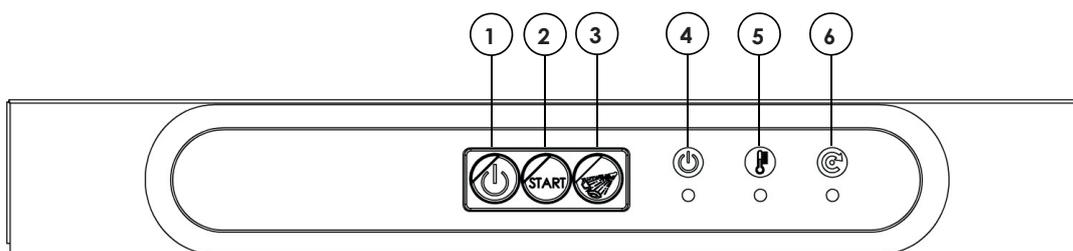
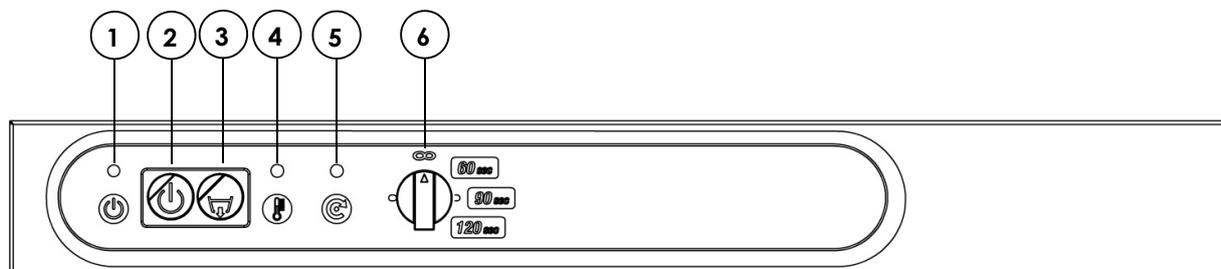

Fig. 14a
Fig. 14c
Nas fig.14a, 14b e 14c são ilustrados os comandos da máquina de lavar louça e as referências dos comandos com base no modelo da máquina e na presença ou não da bomba de descarga.
Máquinas de lavar louças com carga frontal (ref. fig. 14a ou 14b)	Lava-pratos com cobertura (ref. fig. 14c)
6. Lavagem	<p>Abriu a porta, introduzir o cesto com a louça (certificando-se de que a disposição da louça respeita o que está descrito no par. 3.4 – SEGUNDA PARTE), fechar a porta e pressionar o BOTÃO DE ATIVAÇÃO DE CICLO (2) para ativar a fase de lavagem: o LED DE CICLO ATIVADO (6) acende.</p> <p>O ciclo termina quando o LED DE CICLO ATIVADO (6) apagar.</p>	<p>Levantar a cobertura, introduzir o cesto com a louça (certificando-se de que a disposição da louça respeita o que foi descrito no par. 3.4 – SEGUNDA PARTE), baixar a cobertura e pressionar o manípulo de fecho da cobertura para baixo: o LED DE CICLO ATIVADO (5) acende.</p> <p>O ciclo de lavagem/enxaguamento inicia automaticamente.</p> <p>O ciclo termina quando o LED DE CICLO ATIVADO (5) apagar.</p>
7. Enxaguamento suplementar	<p>Se a máquina de lavar louça for predisposta para a ativação manual do enxaguamento (fig. 14a) e caso deseje efetuar um enxaguamento adicional, prima o BOTÃO DE ENXAGUAMENTO MANUAL (3): será efetuado um enxaguamento suplementar de 5seg.</p>
1. desligue a máquina de lavar louça com o INTERRUPTOR DE LIGAÇÃO (1 fig. 14a, 14b ou 2 fig. 14c)